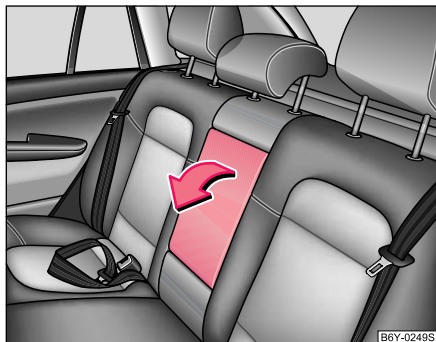

Fig. 76 Asientos de atrás: Apoyabrazos
- El apoyabrazos lo puede abatir hacia abajo para un aumento del confort ⇒ fig. 76.